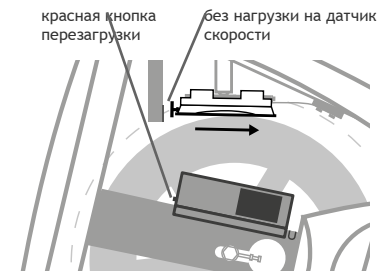

Рис. 29
6. Откалибруйте датчик нагрузки относительно 0 нажатием красной кнопки перезагрузки на блоке управления (см. рис. 29). Убедитесь в том, что ничто не оказывает давление на датчик нагрузки во время его калибровки относительно 0.
- 2.Ослабьте болты (1) с обеих сторон велотренажера при помощи ключа 19 мм (см. рис. 29).